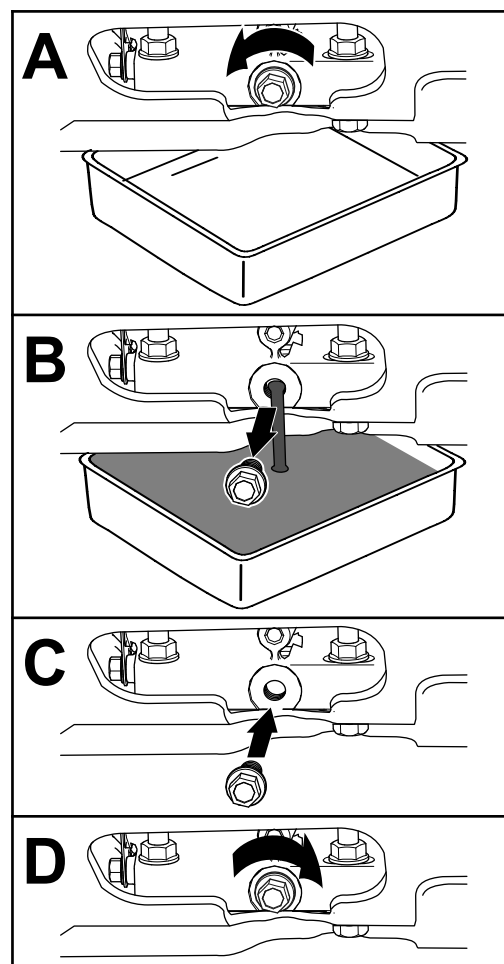

Figure 37
3. Vidangez l'huile moteur, comme montré à la Figure 37.